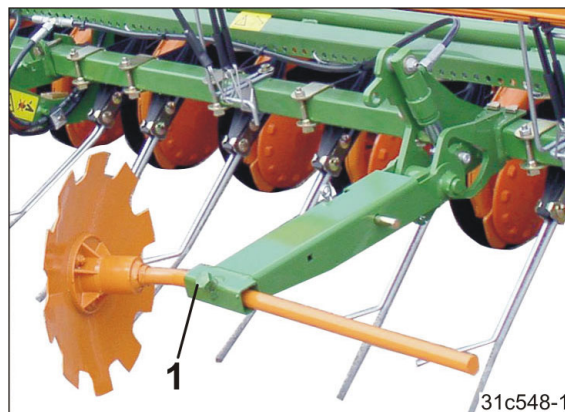

Fig. 212
6. Løsn skruen (Fig. 212/1).
9. Spænd skruen (Fig. 212/1).